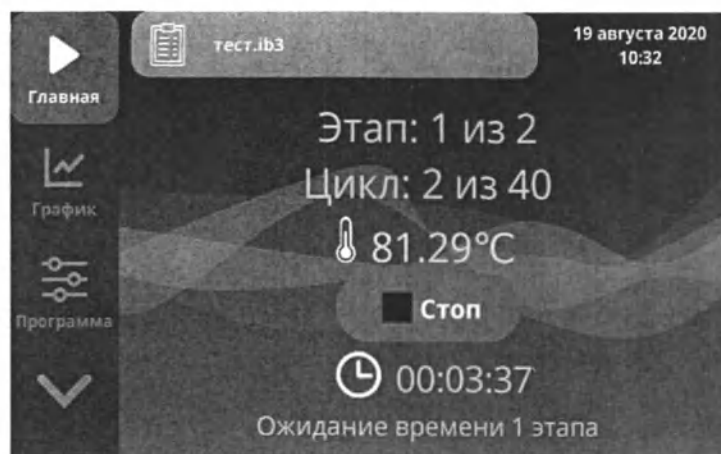

Рисунок 3.16 Главное окно при запуске измерений
4. Выберите отображаемые каналы с помощью переключателей и нажмите на кнопку **Подтвердить**. Начнется процесс ПЦР. В главном окне отобразятся температура ПЦР-смеси, текущий этап и время до окончания программы амплификации (рисунок 3.16).